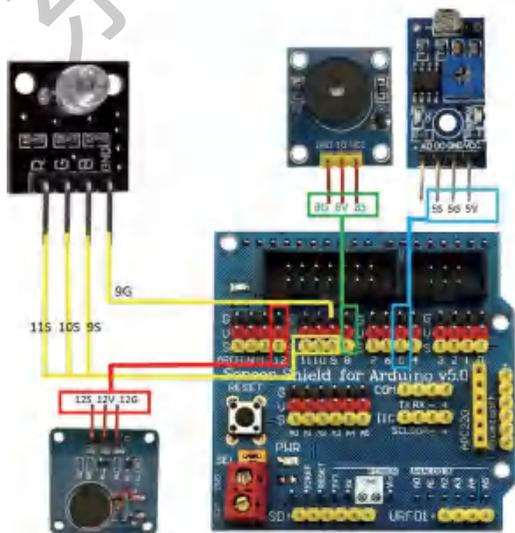

图13-4 光感警车闹钟升级方案硬件连接图
(1) 使用全彩LED模块，用杜邦线将其GND接9 G，R接9 S，G接10 S，B接11 S。
(2) 使用振动马达模块，用杜邦线将其GND接12 G，VCC接12 V，SIG接12 S。光感警车闹钟升级方案硬件连接如图13-4所示。